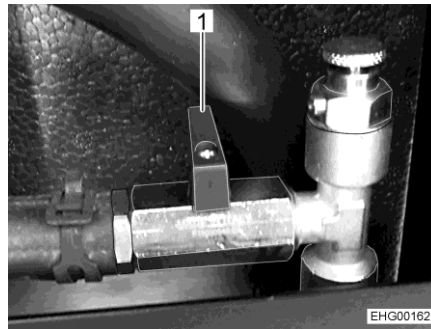

Fig. 181 Rubinetto a sfera (chiuso)
- Posizionare la leva (Fig. 181,1) verticalmente rispetto alla tubazione.